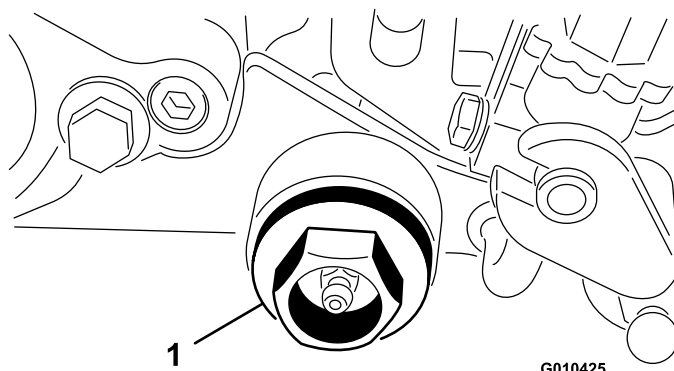

Figure 36
10. Enlevez le bouchon du carter du groomer (Figure 36).